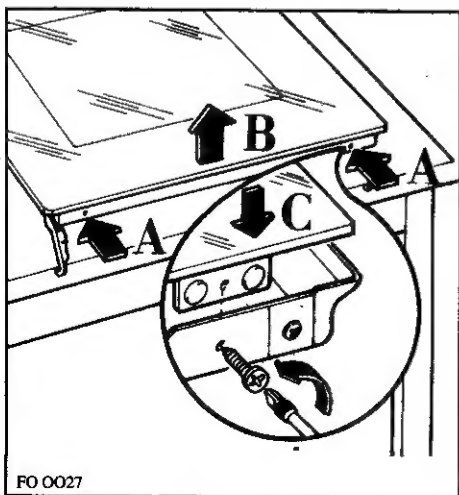

Fig. 15
- poser la porte sur un plan horizontal (Fig. 15),
- dévisser les vis et lever légèrement le verre (A Fig. 15),
- l'enlever en le tirant en avant (B Fig. 15),
- après l'avoir lavé, remonter le verre (C Fig. 15),